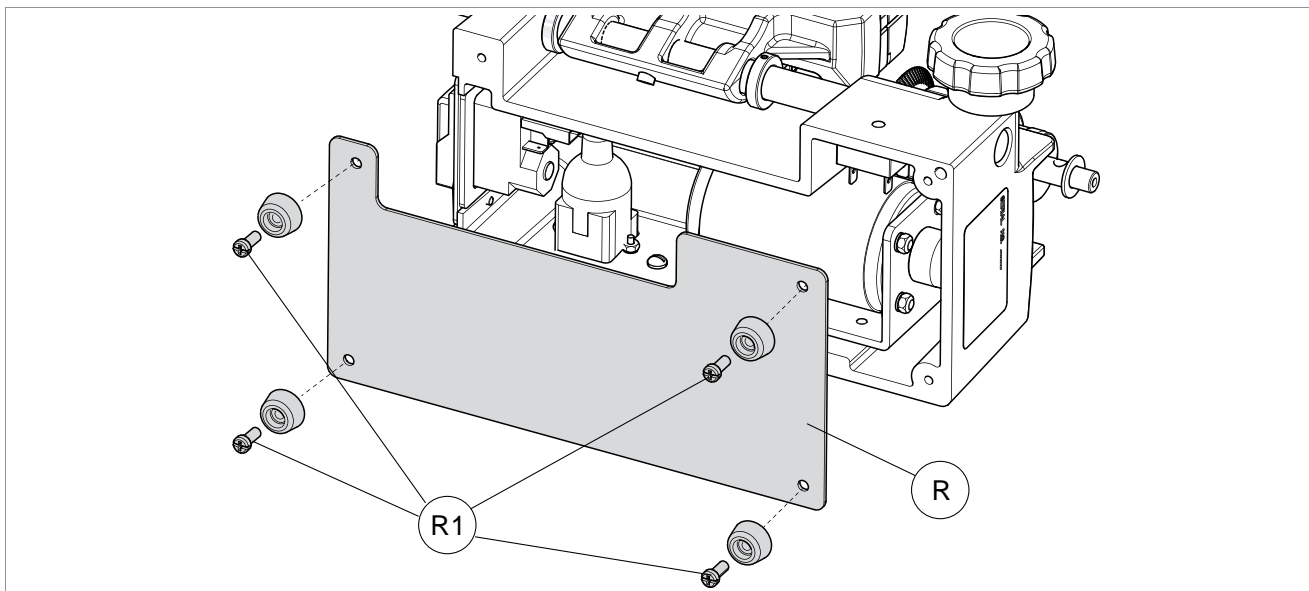

Fig. 34
- 3) Destornillar los 4 tornillos (R1) y sacar pieds y la placa de fondo (R) (Fig. 34).